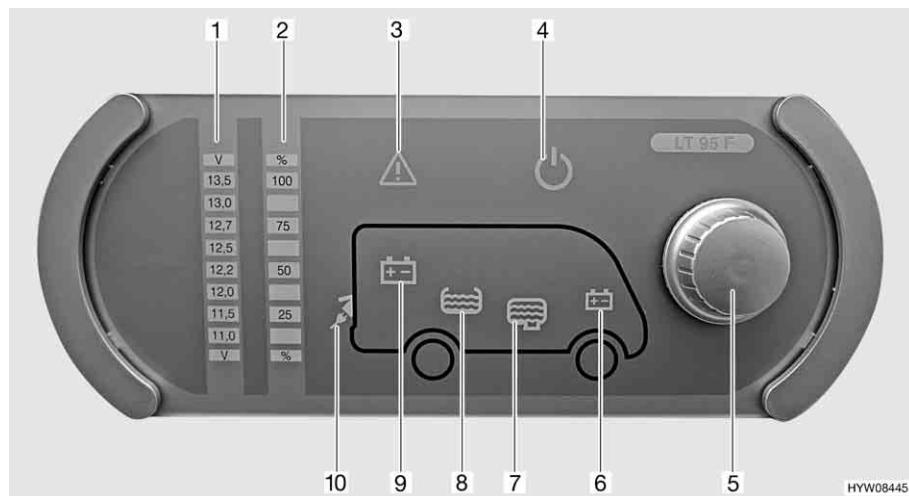

Fig. 127 Pannello di controllo (LT 95)
Il pulsante a rotazione (Fig. 127,5) inserisce o disinserisce il pannello di controllo e l'alimentazione a 12 V dell'abitacolo.
- Premere il pulsante a rotazione (Fig. 127,5): L'alimentazione a 12 V dell'abitacolo è inserita. La spia di controllo a 12 V (Fig. 127,4) diventa verde.
- Premere il pulsante a rotazione (Fig. 127,5): L'alimentazione a 12 V dell'abitacolo è disinserita. La spia di controllo a 12 V (Fig. 127,4) si spegne.
Mediante il pulsante a rotazione (Fig. 127,5) si possono interrogare sia la tensione della batteria dell'abitacolo che la tensione della batteria di avviamento. La tensione viene visualizzata sulla scala indicatore per la tensione della batteria (Fig. 127,1).
- Ruotare il pulsante a rotazione (Fig. 127,5), finché si accende il simbolo della batteria della quale deve essere interrogata la tensione.
Viene indicata la tensione della batteria dell'abitacolo (Fig. 127,9)
Viene indicata la tensione della batteria di avviamento (Fig. 127,6)
- Leggere la tensione sulla scala indicatore della tensione della batteria (Fig. 127,1).
Mediante il pulsante a rotazione (Fig. 127,5) si possono interrogare sia il livello del serbatoio dell'acqua che il livello del serbatoio delle acque grigie. Il livello viene visualizzato sulla scala indicatore livello dei serbatoi (Fig. 127,2).
Indicazione: ■ Ruotare il pulsante a rotazione (Fig. 127,5), finché si accende il simbolo del serbatoio del quale deve essere interrogato il livello.
Viene indicato il livello del serbatoio dell'acqua (Fig. 127,8)
Viene indicato il livello del serbatoio delle acque grigie (Fig. 127,7)
■ Leggere il livello sulla scala indicatore del livello serbatoio (Fig. 127,2).
La spia luminosa Alarm (Fig. 127,3) lampeggia non appena i valori limite fissati vengono superati per eccesso o per difetto.
La spia luminosa Alarm (Fig. 127,3) lampeggia non appena la tensione della batteria scende al di sotto di 11 V. Se l'alimentazione a 12 V è accesa, si accende anche il relativo simbolo della batteria (Fig. 127,6 o 9), e l'indicatore "11,0" sulla scala indicatore della tensione della batteria (Fig. 127,1) lampeggia. Rischio di uno scaricamento totale della batteria.
La spia luminosa Alarm (Fig. 127,3) lampeggia ed il relativo simbolo del serbatoio (Fig. 127,7 o 8) si accende non appena il serbatoio dell'acqua è vuoto o il serbatoio delle acque grigie è pieno.
La spia di controllo a 230 V (Fig. 127,10) si accende quando all'ingresso della centralina elettrica è presente una tensione di rete.